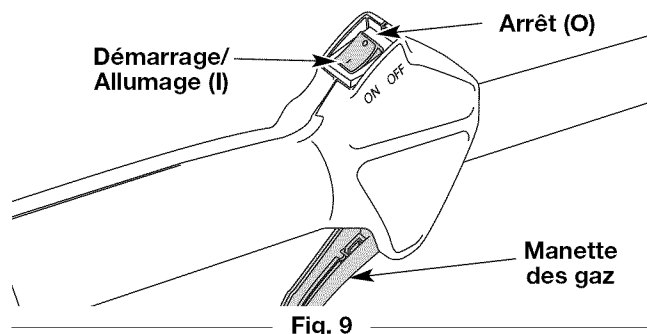

Fig. 9
REMARQUE : Il n'est pas nécessaire de faire démarrer la machine. La commande On/Off (Arrêt/Marche) est en position ON (I) en permanence (Fig. 9).
2. Appuyez sur la commande Marche/Arrêt et maintenez-la en position **ARRÊT (O)** jusqu'à ce que le moteur s'arrête complètement (Fig. 9).